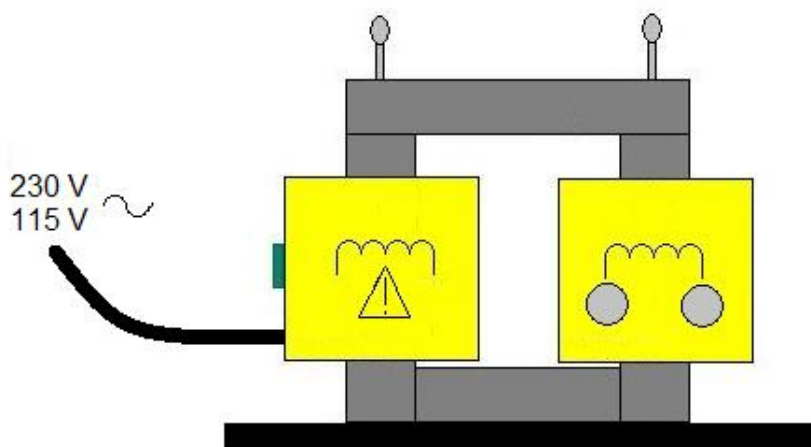

Fig.1 Montaje experimental
- Se arma el transformador sobre una superficie resistente al calor como se indica en la Fig.1.